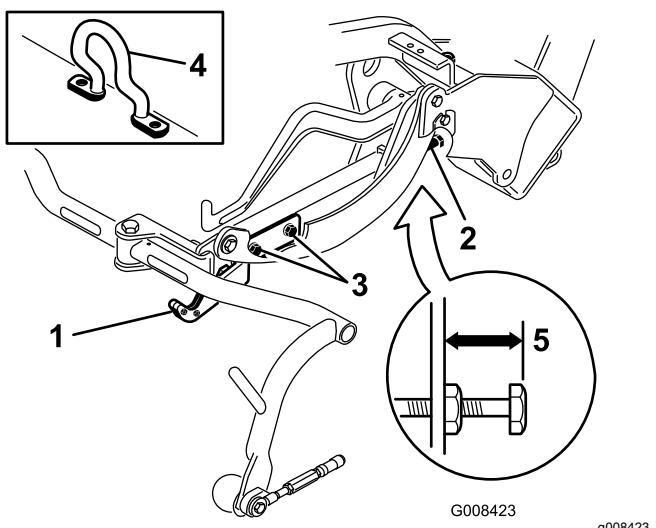
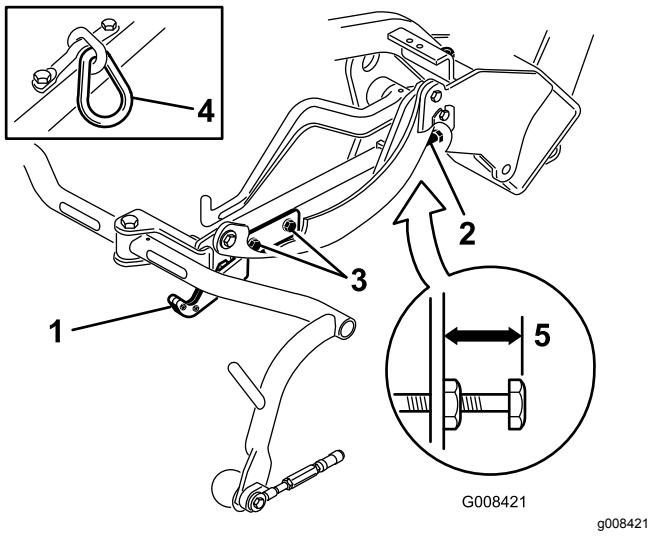
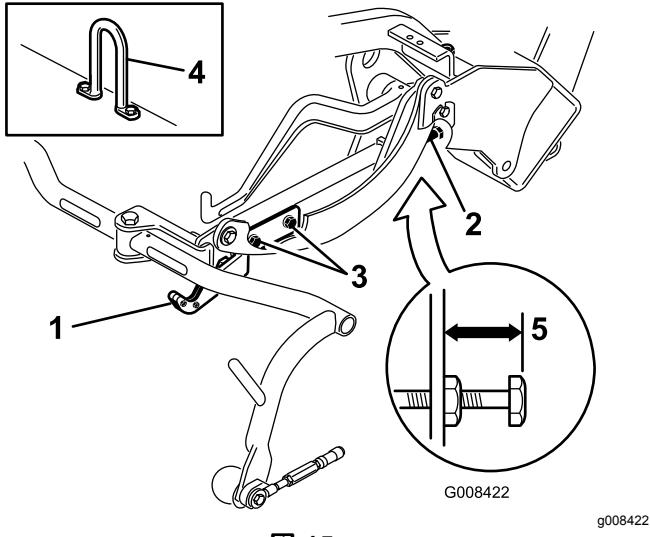

図 13
図 14
図 15
移動走行時の高さを調べ図 14と図 15、必要に応じて調整する。
2. オフセット吊り下げフック図 13、挿入図のついているカッティングユニットでは、キャリアフレーム調整ねじの上端からキャリアフレームの背面までの距離が 25 mm になっていることを確認する。距離が 25 mm でない場合には手順 4へ進む。4
3. チェーンリンクまたはストレートリフトフック図 14と図 15、挿入図のついているカッティングユニットでは、キャリアフレーム調整ねじの上端からキャリアフレームの背面までの距離が 22 mm になっていることを確認する。距離が 22 mm でない場合には手順 4へ進む。オフセットリフトリンク図 13のついているカッティングユニットの場合は、次のステップに進む。
4. 移動走行プレート取り付けねじをゆるめる図 14 と図 15 と図 13。
7. キャリアフレームの高さが同じでない場合には、キャリアフレーム調整ねじについているジャムナットをゆるめる図 13 と 図 14 と 図 15。高くするにはねじを外方向にまわし、低くするには内方向にまわす。調整ができたらジャムナットを締めて調整を固定する。